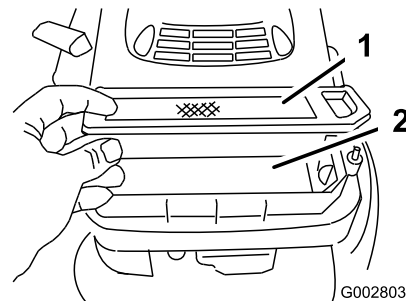

Bild 24
5. Entfernen und entsorgen Sie den Papierluftfilter (Bild 24).